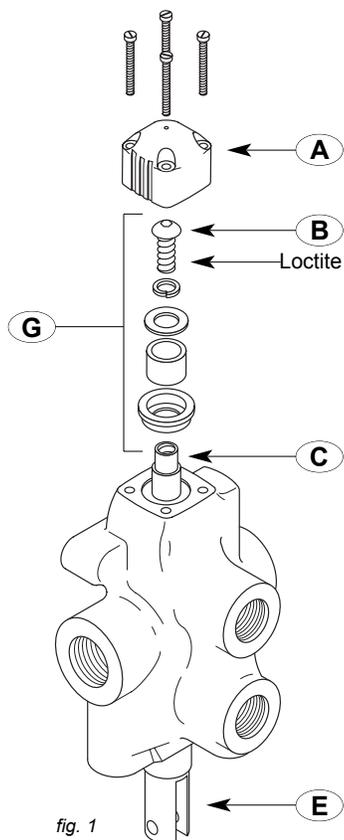

fig. 1
1. Retirer le capuchon de la valve de la renverse — *fig. 1 détail A.*
2. Dévisser la vis du bout de la tige — *fig. 1 détail B.*
3. Sortir la tige par le haut de la valve — *fig. 1 détail C.*
6. Réinsérer la tige par le bas de la valve jusqu'au premier joint d'étanchéité — *fig. 1 détail E.*